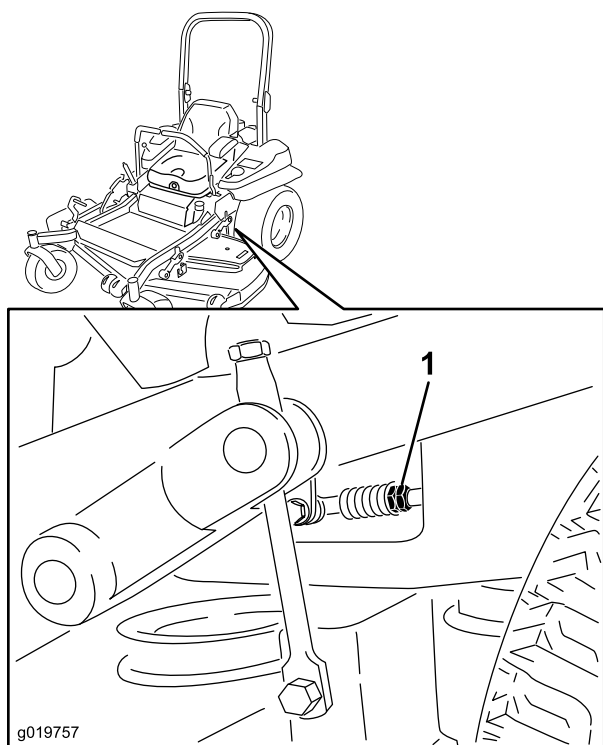

Figura 83
7. Portate le leve di controllo del movimento in posizione di folle. Regolate la lunghezza dell'asta di controllo della pompa facendo girare nella direzione opportuna i due dadi sull'asta, finché le ruote si spostano leggermente indietro (Figura 83). Spostate le leve di controllo del movimento in posizione di retromarcia e applicate una leggera pressione alla leva per consentire alle molle dell'indicatore di retromarcia di riportare le leve in folle. Le ruote non devono più girare o spostarsi leggermente indietro.